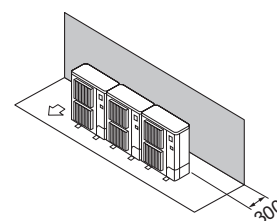

Fig. 2-12
- ① Hindringer kun bak (Fig. 2-12)